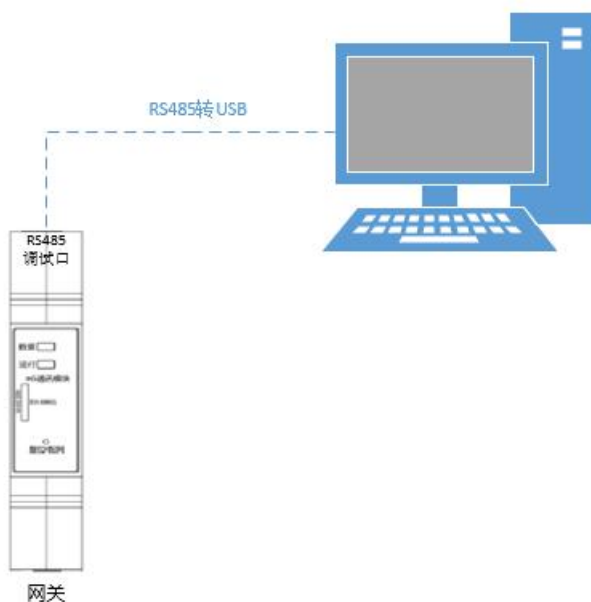

图 6 网关配置与 PC 接线图
- (1) 网关插入 sim 卡，如非 4G 或 NB-IoT 网络无需该步骤；
- (2) 按“2.3 接线”方式接好断路器和网关；
- (3) 如图 6，使用 RS485 转 USB 线将网关调试口与 PC 机连接起来；